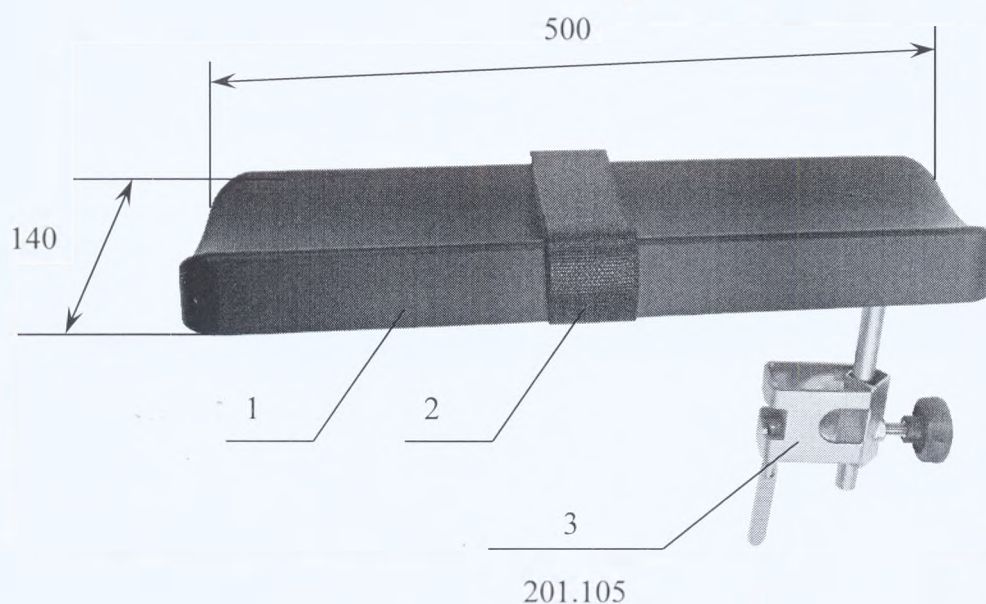

Рисунок 3 – Столик для инъекций.
3. Столик для инъекций (опора для руки). Рисунок 3. Профилированное ложе 1 из литого пенополиуретана, нержавеющие монтажные элементы. Регулируется по высоте и поворачивается вокруг вертикальной оси. Рентгенопрозрачен. Оснащен зажимом 201.105 и фиксирующим ремнем. Максимальная допустимая нагрузка – 15 кг.